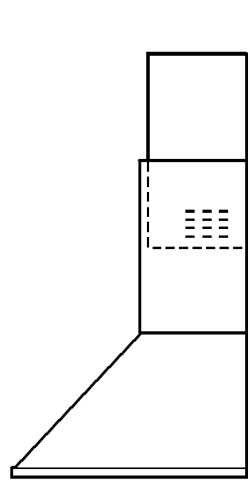

fig.16
3. Positionnez les cheminées assemblées sur la hotte. Celles-ci doivent être installées de telle sorte à ce que les grilles d'aération situées sur la cheminée supérieure se placent en position basse (fig. 16).